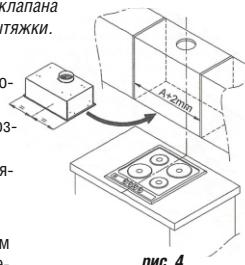

рис. 4
### 6.1 Монтаж кухонной вытяжки (КВ) к подвесному элементу мебели над плитой (рис. 4, 5).
- Установите КВ вместо нижней панели подвесного элемента мебели (рис. 4) и закрепите КВ винтами самонарезающими Ø3,5x11 (рис. 5).